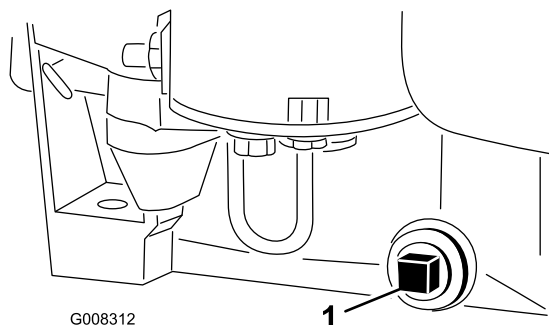

Figure 26
9. Enlevez le bouchon de vidange pour permettre à l'huile de s'écouler (Figure 26).